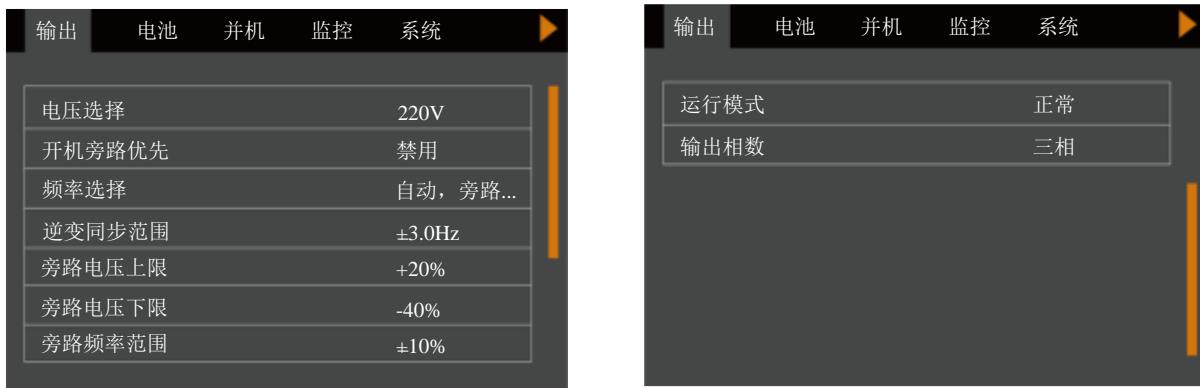

图2-37 输出界面
2) 按方向键 **▲** 或 **▼** 以选择并设置相关参数 (以“输出”为例)。见图 2-37。